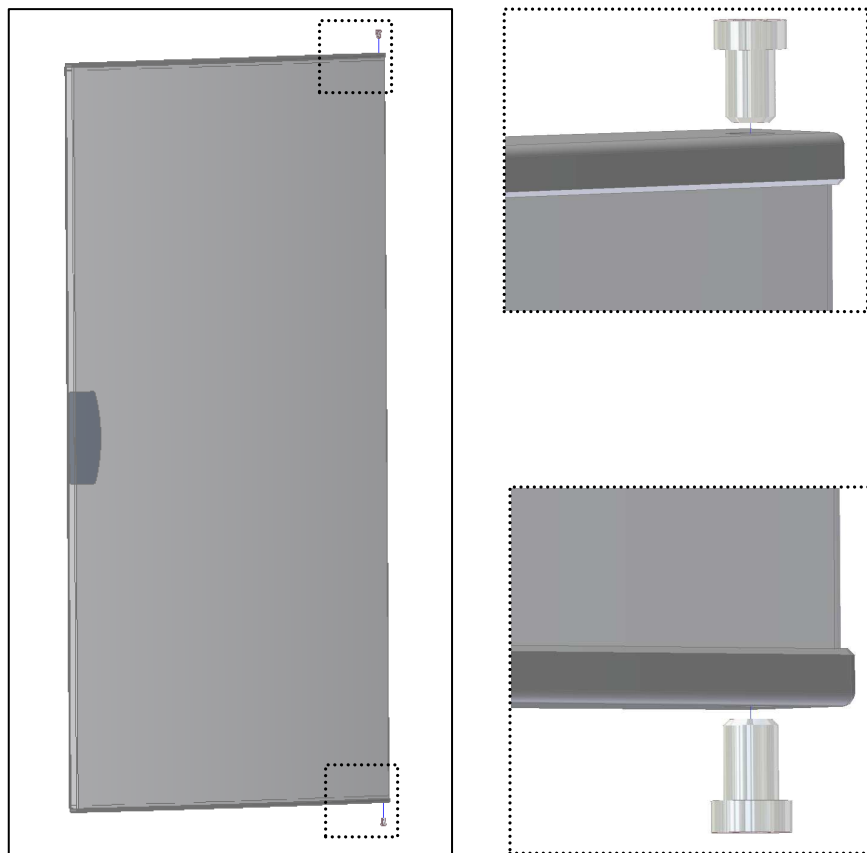

Fig. 8
- Placer **les manchons** dans la partie inférieure et supérieure de la porte (Fig.8).